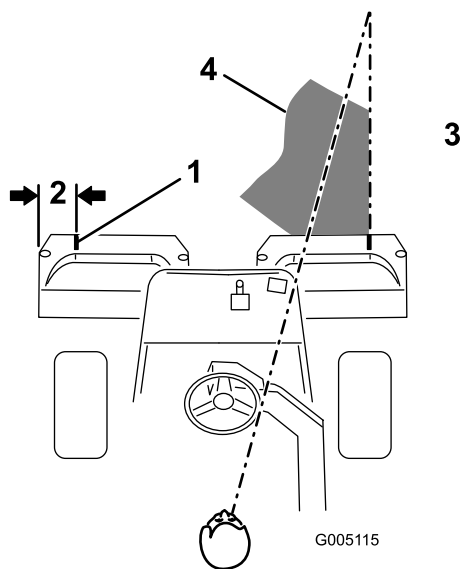
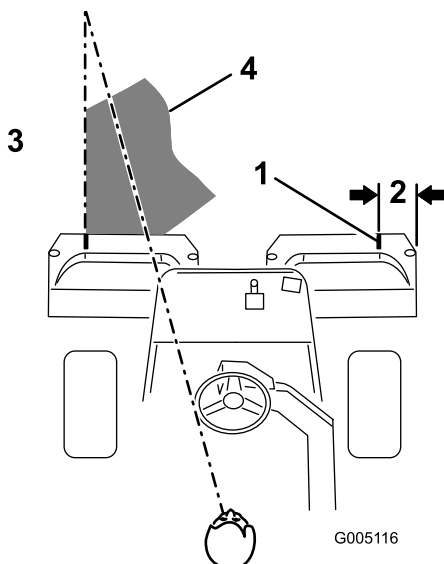

Figure 22
Figure 23
2. Placez une bande de papier blanc ou un trait de peinture sur chaque bac parallèlement à son bord extérieur (Figure 22).
3. Minimisez le chevauchement de la passe précédente lors de la passe de retour. Pour vous aider à conserver une ligne droite en travers du green et à maintenir la machine à égale distance du bord de la passe précédente, établissez une ligne de vision imaginaire à environ 1,8 à 3 m en avant de la machine jusqu'au bord de la partie non coupée du green (Figure 22 et Figure 23). Certains trouvent qu'il est utile de faire passer la ligne de vision par le bord extérieur du volant, c.-à-d. de maintenir le bord du volant aligné avec un point qui est toujours éloigné de la même distance par rapport à l'avant de la machine (Figure 22 et Figure 23).